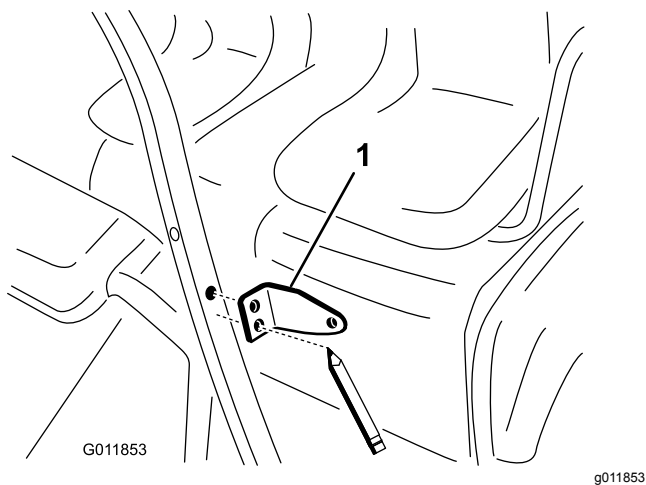

図 11
4. チューブ上にミラーマウントを位置決めする上側の穴を新たにチューブに開けた穴に合わせる図 11。
5. ミラーマウントを型紙として、チューブに貫通穴直径 8.3 mmを開ける図 11。